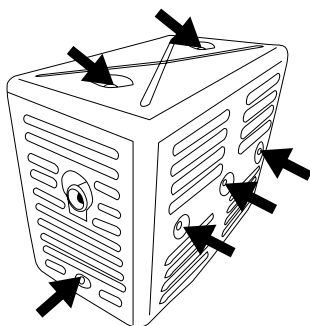

Figure 14: Retirez les vis retenant le couvercle du silencieux
3. Retirez les 6 vis qui retiennent le couvercle du silencieux (voir la figure 14).